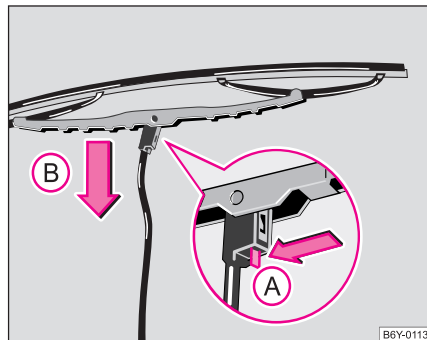

Abb. 43 Scheibenwischerblatt für Frontscheibe
- Klappen Sie den Scheibenwischerarm von der Scheibe weg und stellen Sie das Wischerblatt rechtwinklig zum Wischerarm ⇒ Abb. 43.
- Drücken Sie die Sicherungsfeder in Pfeilrichtung ① und drücken Sie gleichzeitig das Wischerblatt in Pfeilrichtung ② ⇒ ⚠.